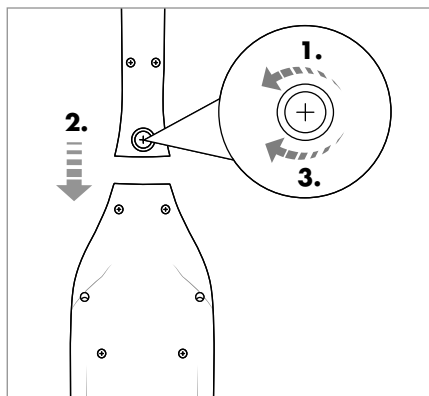

Fig. 2
- 1) Løsn skruen 13 bag på skaftet 12 med en stjerneskruetrækker mod urets retning. Stram skruen 13 fra skrueåbningen på skaftet 12 (fig.2).
- 2) Sæt skaftet **12** på skaftholderen på produktet. Sæt skaftet **12** helt på skaftholderen, indtil det sidder fast på produktet (fig. 2).
- 3) Sæt skruen **15** ind i skruåbningen bag på skaftet **12** igen. Stram skruen **15** med en stjerneskruetrækker i urets retning (fig. 2).